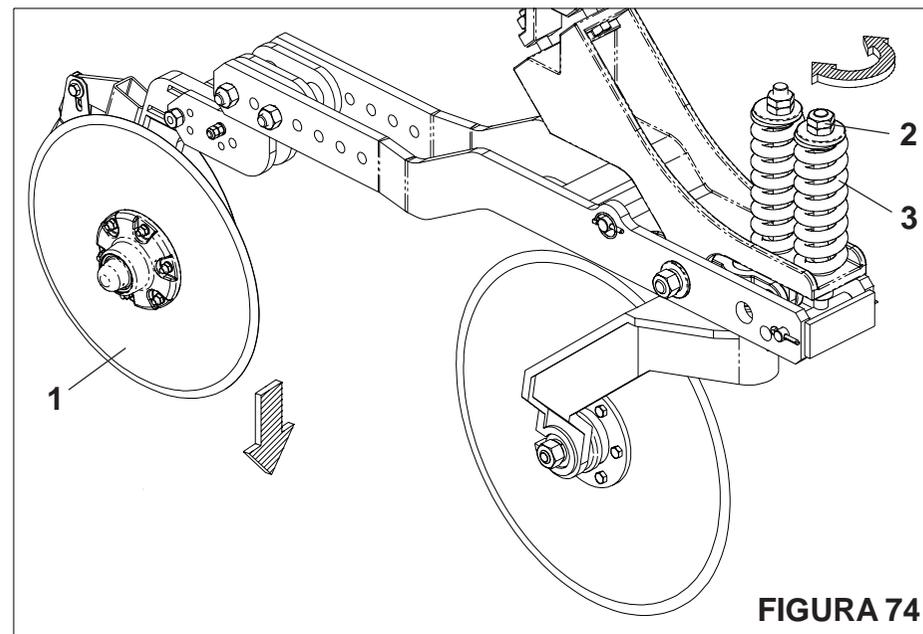

FIGURA 74
**REGULAGEM DE PRESSÃO DO DISCO DUPLO (FIGURA 74)